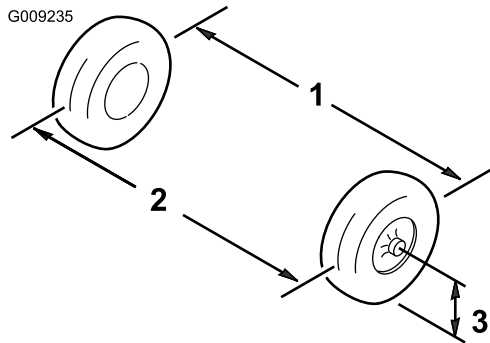

Bild 43
6. Messen Sie den Abstand zwischen beiden Vorderreifen auf Achshöhe (an der Vorder- und Rückseite der Vorderreifen) (Bild 43).